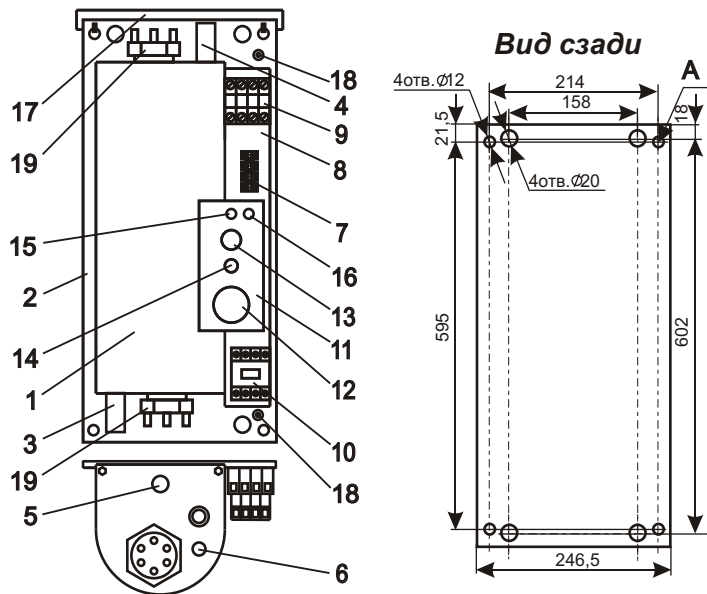

Рисунок 1 (кожух не показан):
4.1 Приборы ЭВАН-С1 -5; -6; -7,5; -9; -12; -15; -18; -24; -30 в соответствии с рис. 1 состоят из следующих основных частей:
- котла (1) с входным (3) и выходным (4) патрубками G 1¹/₄ датчиком терморегулятора (6), аварийным самовозвратным термовыключателем (5), отключающим прибор при 92° С, и блоками трубчатых электронагревателей (ТЭН) (19);
- панели (2) с зажимом заземления (18) для подключения защитного проводника РЕ;
- кронштейна (8) с размещенными на нем зажимом клеммным (7) для подключения циркуляционного насоса и датчика температуры воздуха, пускателем (10), элементами управления и сигнализации расположенными на панели управления (11);
- сигнальной лампы "НАГРЕВ" (14);